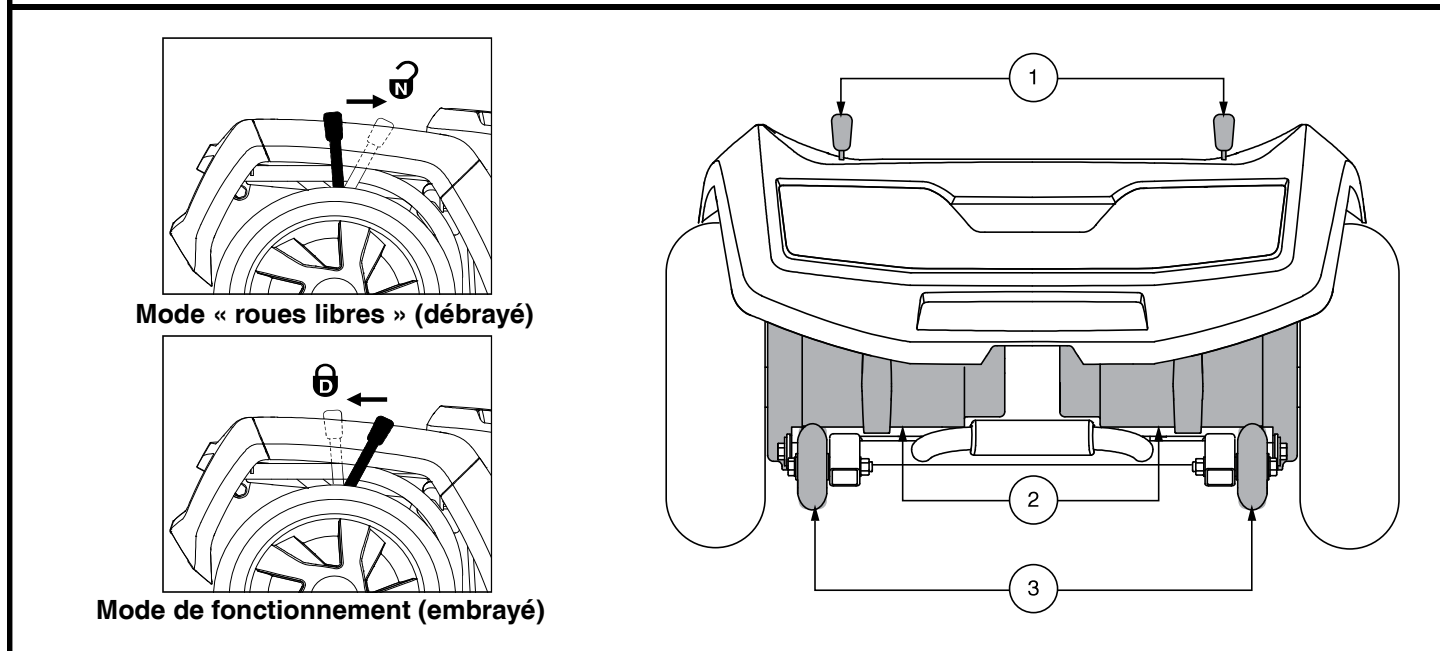
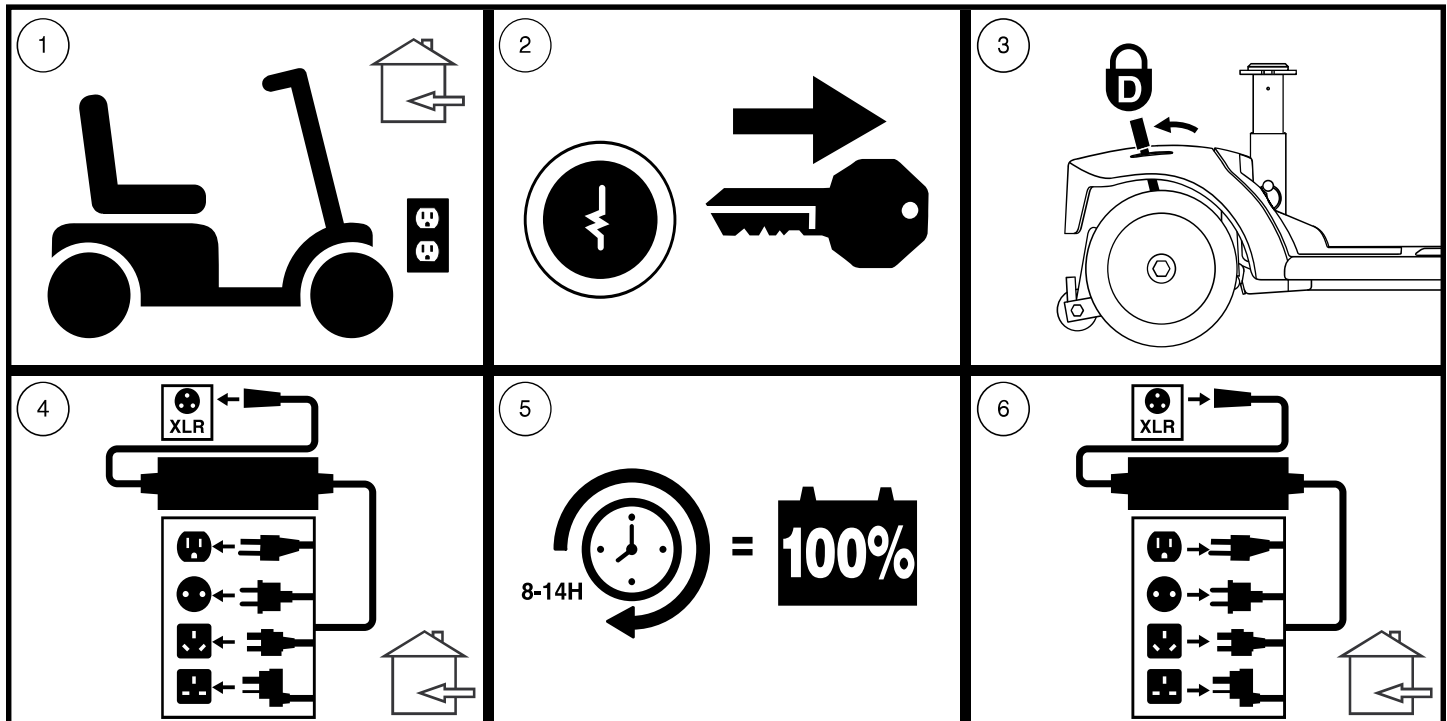

Figure 7. Section arrière - 710ZT
Figure 12. Recharge des batteries schéma des procédures
Votre scooter est équipé de deux leviers d'embrayage manuel « pour passer au neutre » un sur chaque moteur. Ces leviers vous permettent de débrayer les moteurs de la boîte de vitesse, afin de pouvoir manoeuvrer votre scooter manuellement. **Voir la figure 7.**
1. Trouvez les leviers sur la section arrière de la scooter. **Voir la figure 7.**
**NOTE:** Pour le modèle 710ZT, les leviers de roue libre manuels fonctionnent dans la direction opposée (voir figure 7); par conséquent, pour l'étape 3 de la figure 12, les leviers doivent être poussés vers l'avant pour engager le mode de conduite.